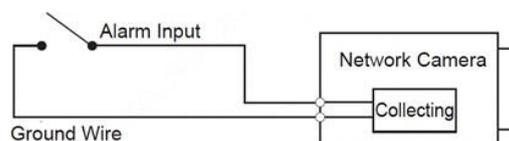

Abbildung 1-2 Alarmein-/ausgang
1. Verbinden Sie den Alarmein-/ausgang des Geräts mit dem Alarmein-/ausgang des I/O-Ports, siehe Abbildung 1-2.